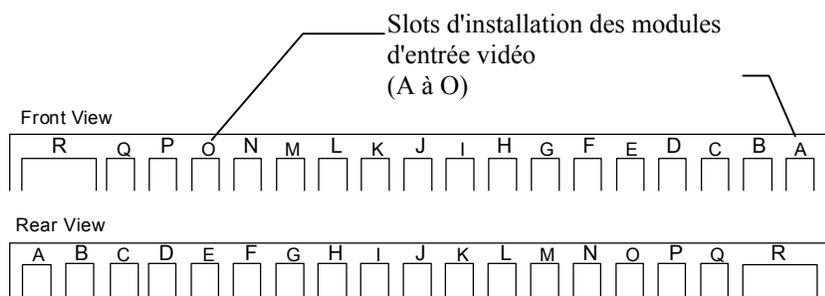

Figure 1-6A - Désignations des slots VIM de l'MP168 (face et arrière)
- Un module MP168 VIM-1 fournit 12 canaux d'entrée directe pour les sources vidéo. La baie MP168 supporte au maximum 15 modules VIM-1. Les modules VIM-1 peuvent se loger dans les slots de A à O, repérés par la lettre de désignation des slots sur les faces avant et arrière de la baie. (voir Figure 1-6A).
- Un module MP168 VIM-1 fournit 12 canaux d'entrée directe pour des sources vidéo. La baie MP168 supporte au maximum 15 modules VIM-1. Les modules VIM-1 peuvent se loger dans les slots de A à O, repérés par la lettre de désignation des slots sur les faces avant et arrière de la baie. (voir Figure 1-6A and 1-7A).